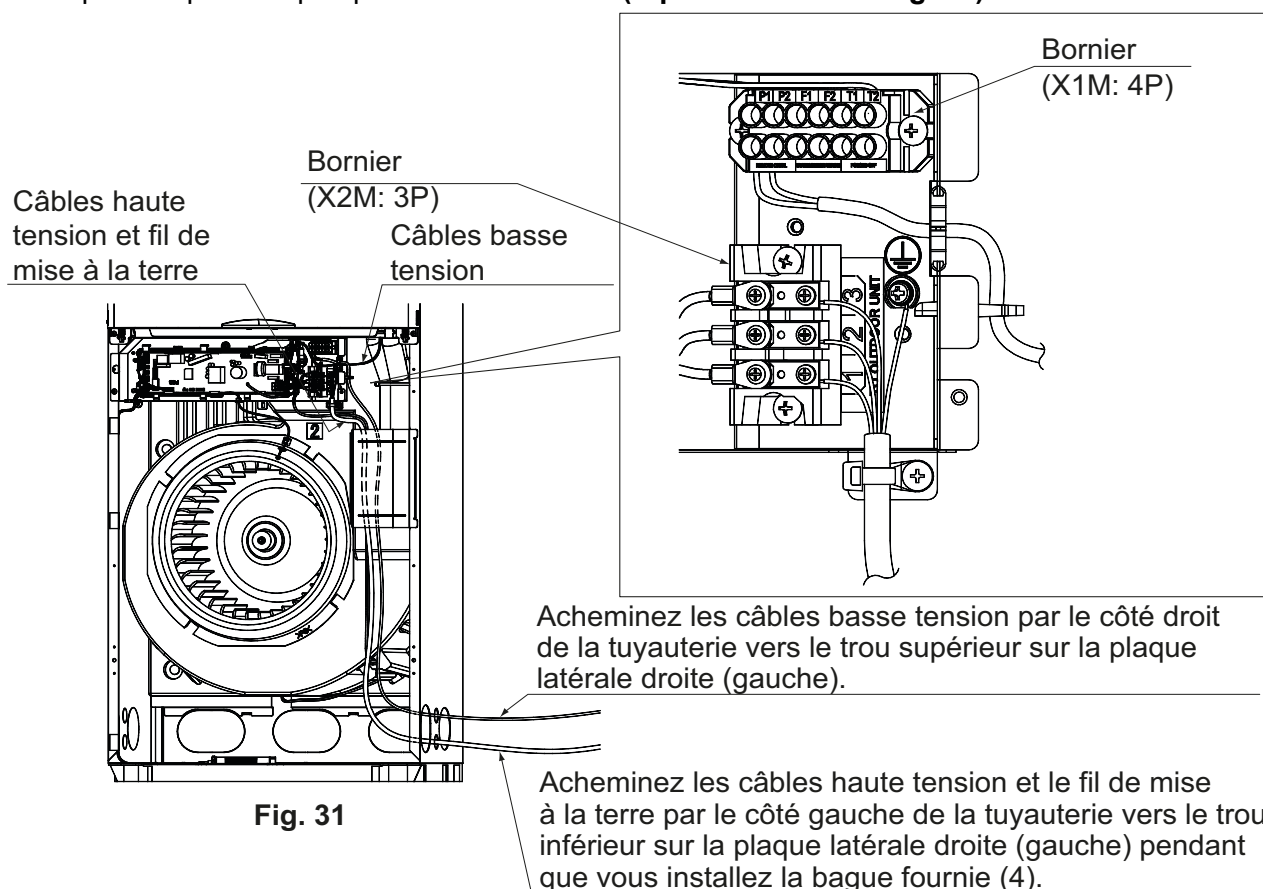

Fig. 31
- Raccordez le câblage de la télécommande (à fournir) aux bornes P1 et P2 (pas de polarité) du bornier (X1M: 4P) et faites passer le câblage vers l'extérieur de l'unité par l'intermédiaire de la trajectoire indiquée dans la **Fig. 31**.
- Placez les câbles à basse tension (câblage de la télécommande) à au moins 50 mm des câbles à haute tension (câbles de raccord entre les unités intérieure et extérieure) et du conducteur de terre, de manière à ce qu'ils ne passent pas par le même endroit (**reportez-vous à la fig. 31**)